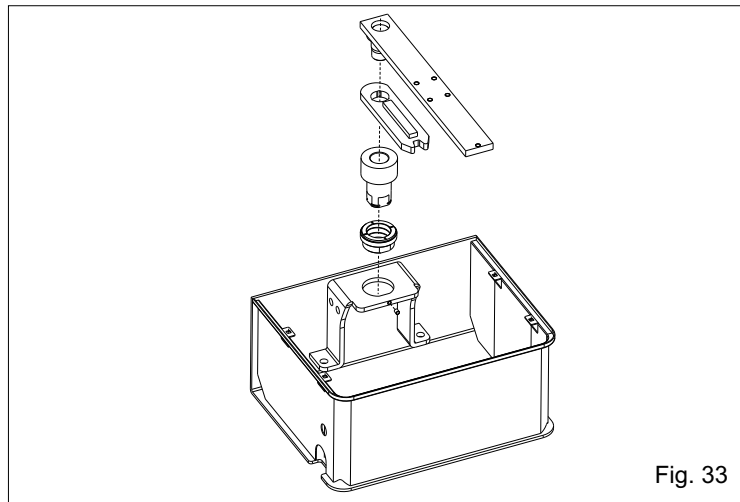

Fig. 33
**10.4.** Introduire la boucle dans la caisse et la fixer avec la vis spéciale (Fig.33).
**10.5.** insérer les ensembles comme en Fig. 33.